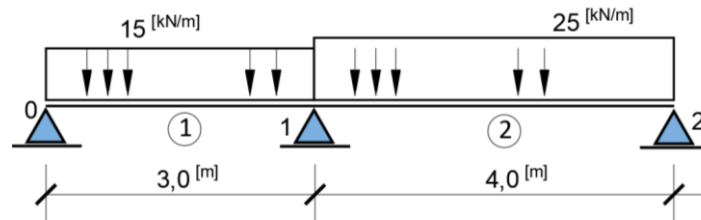

Figura 8. Viga hiperestática com dois vãos.
1.3.3 Exercício 3: Calcular e desenhar diagrama dos esforços seccionais de viga contínua ilustrada na Figura 8.